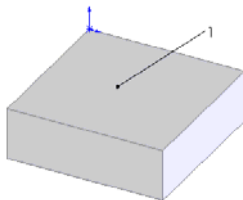

图 4-24 拉伸的图形
**03** 拉伸实体。在菜单栏中选择“插入”→“凸台/基体”→“拉伸”命令，将上一步绘制的草图拉伸为“深度”为 60 的实体，结果如图 4-24 所示。
**04** 执行孔命令。选择图 4-24 中的表面 1，在菜单栏中选择“插入”→“特征”→“孔”
**05** 设置属性管理器。孔类型按照图 4-25 所示进行设置，然后单击“孔规格”属性管理器中的“位置”标签，此时光标处于“绘制点”状态，在图 4-24 的表面 1 上添加 4 个点。